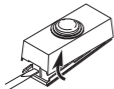
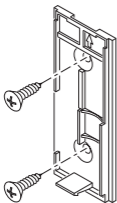

Figure 1
Figure 4
1. **Retirez la languette orange de la pile du bouton-poussoir.** Ôtez la partie arrière du boîtier en enfonçant la patte du bas au moyen d'un petit tournevis (voir la Figure 1). Retirez la languette orange.
- **Au moyen de vis :** Pour faire l'installation avec les vis, enlevez le dos du boîtier en poussant sur les agrafes de la base avec un tournevis (voir la Figure 1). *Note :* Enlevez les débris des trous de vis (au besoin) avant d'installer les vis. Fixez le dos du boîtier au chambranle ou au mur (voir la Figure 4). Enclenchez la partie avant de l'unité de bouton-poussoir en place.